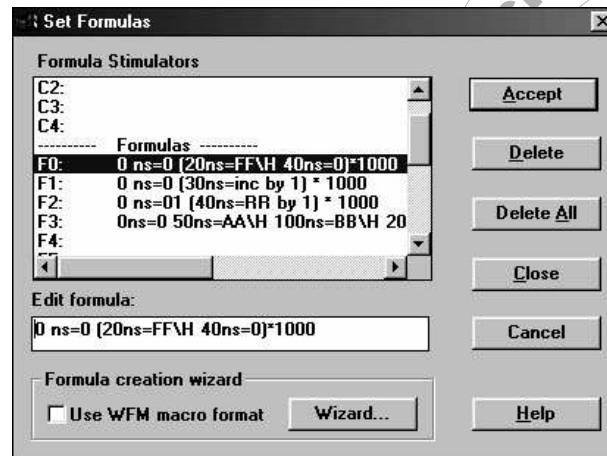

Figura E3.9: Editor de expresiones (fórmulas) lógicas.
- ★ **Fórmulas** de usuario (RECOMENDADO). Es la manera más flexible de generar estímulos y asignarlos a las señales, ya sean individuales (1 bit sólo) o buses. Podemos definir hasta 16 fórmulas abriendo para ello el editor de fórmulas haciendo clic sobre **Formula...**. El editor de fórmulas se muestra en la figura E3.9.